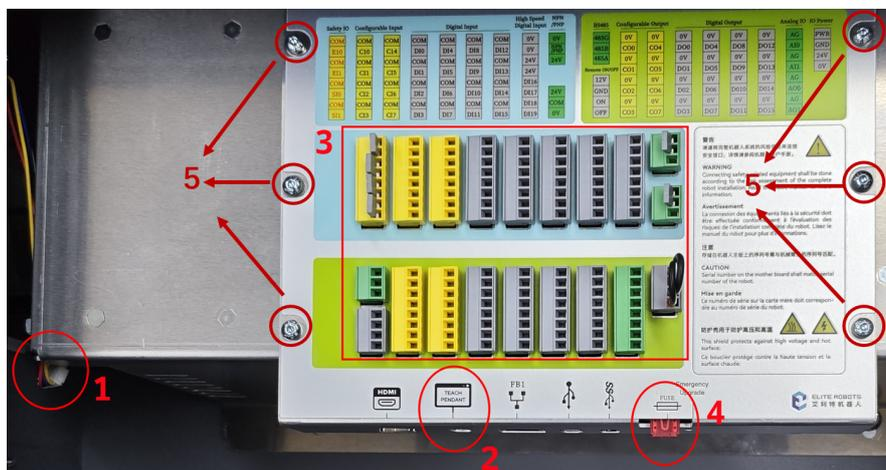

图 3-24: 拆除或断开位置
2. 拆除或断开如下部位，如图 3-24所示；
11. 接上风扇的连接线，插上示教器线缆，插上保险丝和 I/O 插头，如图 3-24 所示；